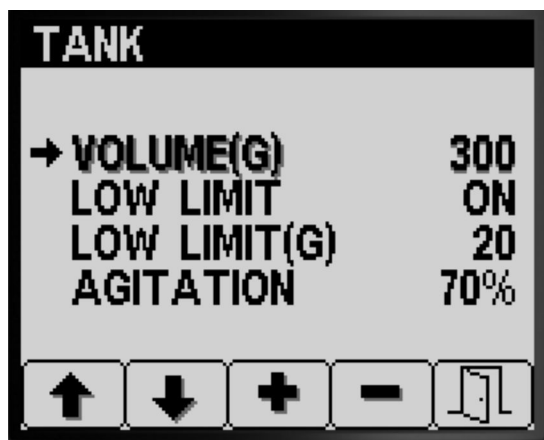

图 12
- 按 1 号或 2 号按钮导航至 TANK VOLUME 药缸容量选项图 12。
- 按 3 号或 4 号按钮可升高或降低打药机药缸内的化学品容量值图 12。